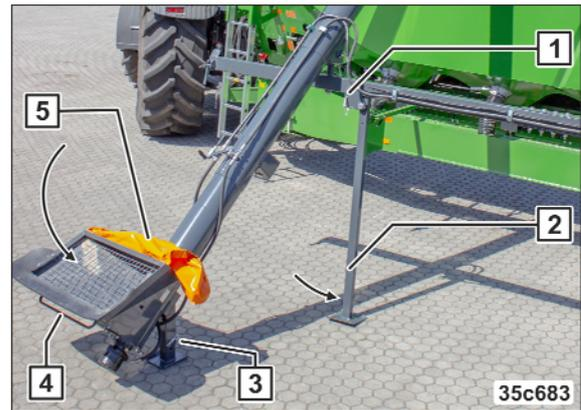

Fig. 217
4. Verriegelung (Fig. 217/1) lösen.
5. Stützfuß (Fig. 217/2) nach unten schwenken und verriegeln.
6. Stützfuß (Fig. 217/3) nach unten schwenken und verriegeln.
7. Befüllschnecke am Griff (Fig. 217/4) in Arbeitsposition schwenken.
8. Trichterplane (Fig. 217/5) öffnen.
13. Trichterplane schließen (siehe Fig. 217/5).
14. Stützfuß nach oben schwenken und verriegeln (siehe Fig. 217/2).
15. Stützfuß nach oben schwenken und verriegeln (siehe Fig. 217/3).